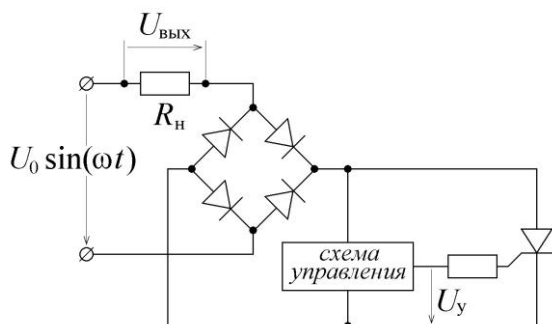

Рис. 5. Тиристорный регулятор мощности
Рассмотренное свойство тиристорных схем находит применение в самых разных пороговых схемах, включая схемы защиты от перенапряжения, короткого замыкания, а также релаксационные генераторы. Другое распространенное применение тиристорных схем — регуляторы мощности для потребителей переменного электрического тока. Типичная схема тиристорного регулятора мощности приведена на рис. 5. Нагрузка подключается к источнику переменного напряжения последовательно с диодным мостом, в диагональ которого включен трехэлектродный тиристор.
4. Основываясь на измеренных параметрах выходного сигнала схемы управления, подключить к ее выходу через резистор управляющий электрод тиристора (согласно рис. 5). Сопротивление резистора выбрать таким, чтобы амплитудному значению импульса напряжения, выдаваемого схемой управления, соответствовало значение тока управляющего электрода, равное току спрямления. Подключить к собранной схеме нагрузку согласно рис. 5.